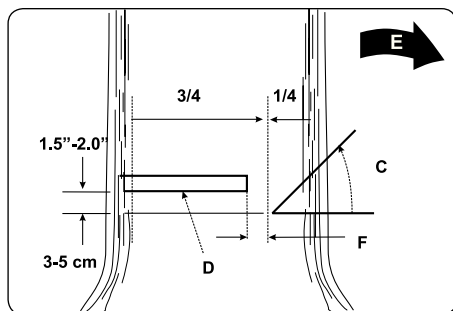

Рис. 11B
ПРЕДУПРЕЖДЕНИЕ: Не ходите перед деревом, которое уже подрезано. Окончательный срез (D) выполняется с обратной стороны дерева в 3 - 5 см над горизонтальной основой подреза (C) (Рис. 11B).